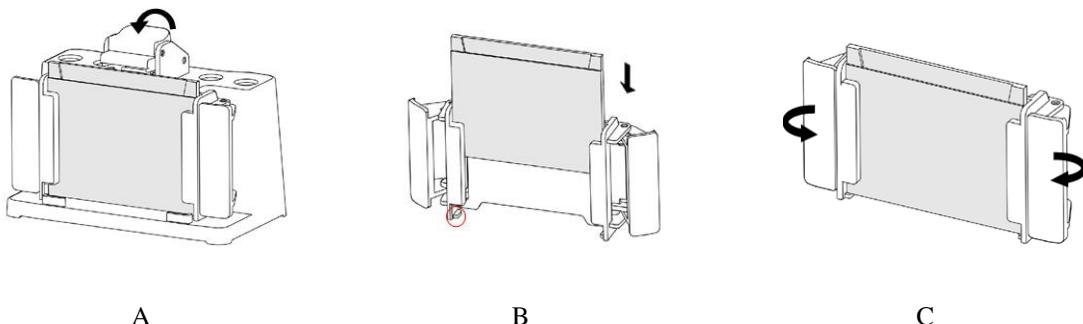

图 1 凝胶板准备
- 1) 正确放置保证灌胶框水平于操作台上，并打开灌胶框手柄；按所需凝胶厚度选择边条玻璃板，将短玻璃放置其上；带边条玻璃板的标记端向上，将两块玻璃板滑入灌胶框与水平定位结构（红圈）对齐，使短玻璃板一面朝向前方（图 1, A）；
- 2) 玻璃板到位后关闭灌胶框手柄，将玻璃板夹紧在灌胶框中，并检查玻璃板底部是否平齐（图 1, B）；
- 3) 保持灌胶框手柄关闭，将灌胶框放置于制胶底座的制胶密封垫上。同时将凸轮杠杆压在带边条的玻璃板上（图 1, C）；